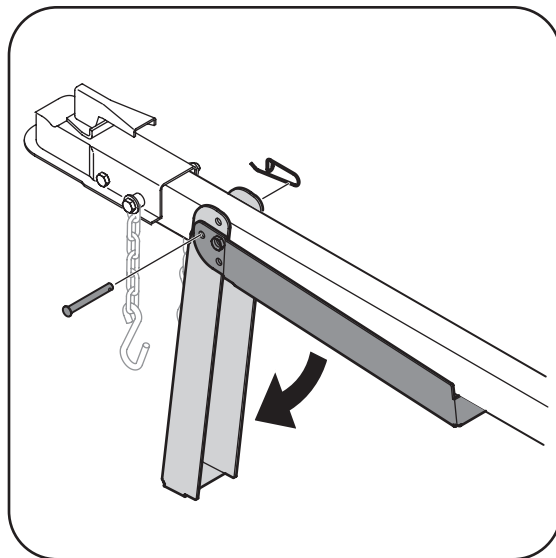

Figura 3-1
2. Fije el gato en su lugar con la chaveta de horquilla y la abrazadera de resorte. Vea la Figura 3-1.